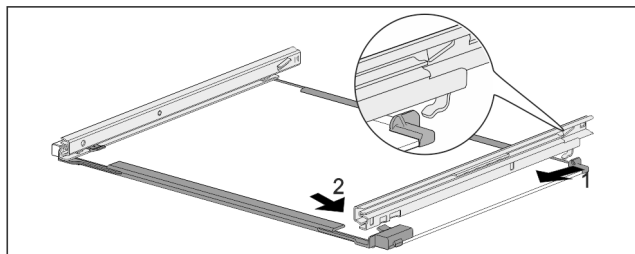

Fig. 180 Ripiano in vetro con guide
- Agganciare la guida sul lato posteriore. Fig. 180 (1)
- Innestare la guida sul lato anteriore. Fig. 180 (2)